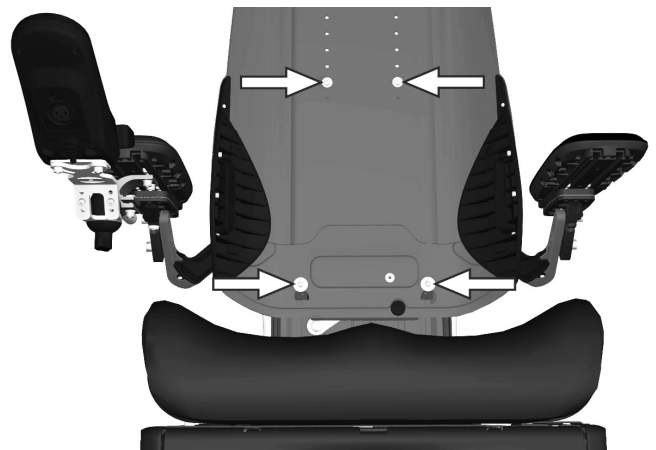

Abbildung 157. Das untere Blech der Rückenlehne ist an vier Sperrvorrichtungen montiert.
- Unteres Blech der Rückenlehne anbringen, indem man die vier „Schlüssellocher“ an die Sperren anpasst und dann das Blech gerade nach unten schiebt. Siehe Abbildung. 157.